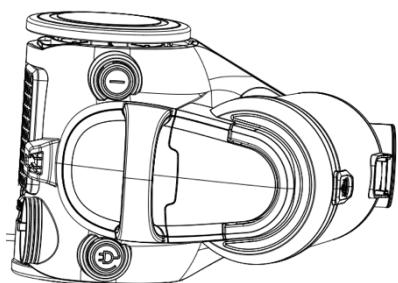

Fig.6
1. Zoals in Fig.6 de stofkamer met handgreep vasthouden en druk op de ontgrendelknop.